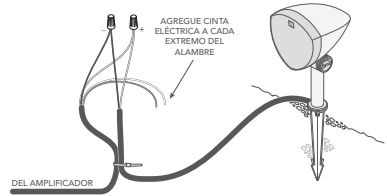

Figura 7
- Empezando por el altavoz más alejado del amplificador, pele 3/4 de pulgada de aislamiento en el extremo cortado de los cables de entierro para el canal de amplificador apropiado, según las tablas siguientes; a continuación, pele el aislamiento de los extremos del cable flexible del altavoz correspondiente. Envuelva los cables no utilizados en cinta eléctrica para protegerlos de la humedad y los cortocircuitos (ver figura 7).
- Conecte el cable de entierro al cable flexible del altavoz con una brida de alambre (ver figura 7).